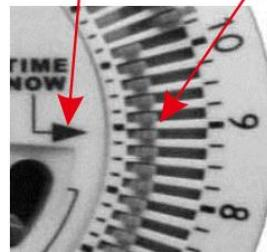

Figure 1
Z.B. Es ist jetzt 9:00 Uhr. Drehen Sie das Zifferblatt und stellen Sie den Pfeil auf 9:00 (siehe Abbildung 1).